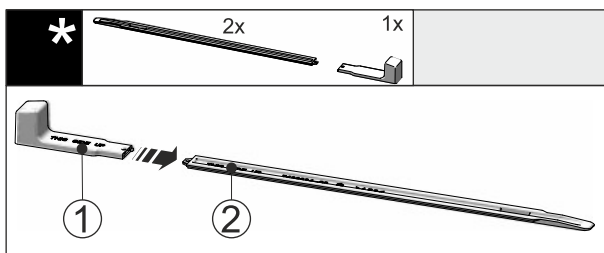

Fig. 45
- Futni dorezën e montimit Fig. 45 (1) në shinën e nivelimit Fig. 45 (2).